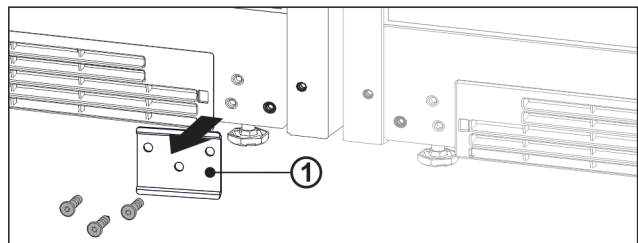

Fig. 12
- Wenn das Blech Fig. 12 (1) verbaut ist, Blech abschrauben.